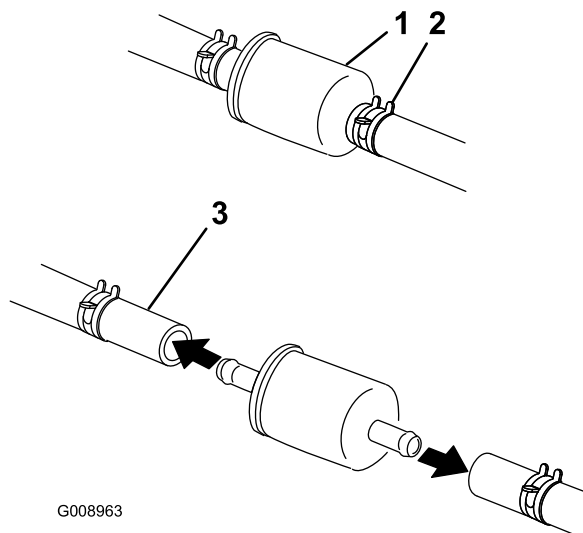

Figura 45
3. Lasciate raffreddare la macchina (Figura 45).
4. Premete le estremità delle fascette stringitubo ed allontanatele dal filtro (Figura 45).
6. Montate un nuovo filtro ed avvicinate le fascette stringitubo al filtro (Figura 45).